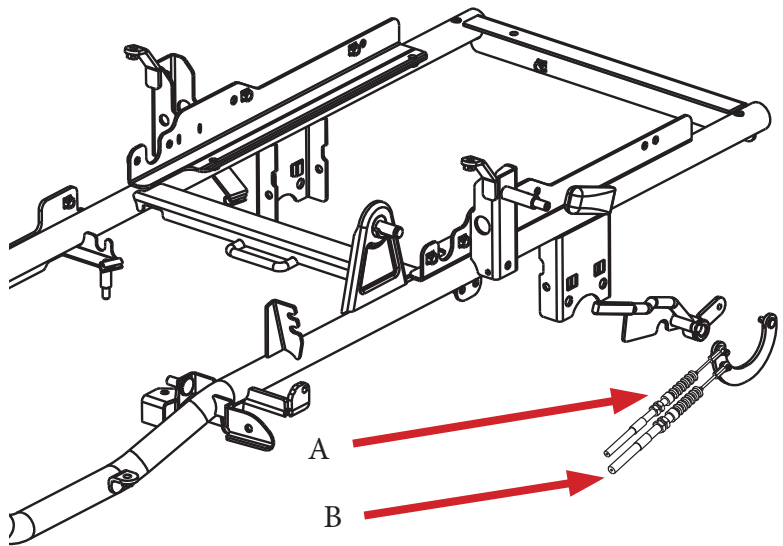

Abb. 27
- Wenn der Keilriemen durchrutscht, stellen Sie den Bowdenzug (Abb. 27, B) so ein, dass die Spannfeder richtig gespannt ist.